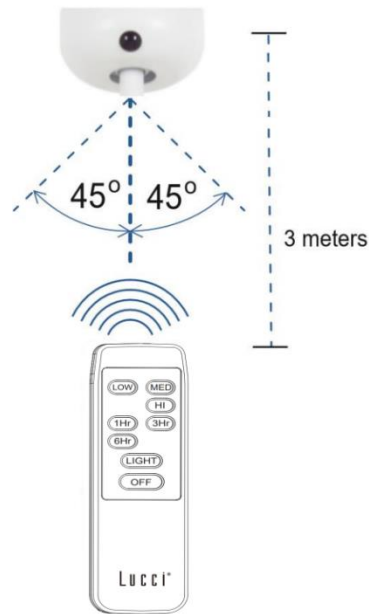

Fig. 11
**Distanza operativa/posizione del telecomando IR (Fig. 11)**